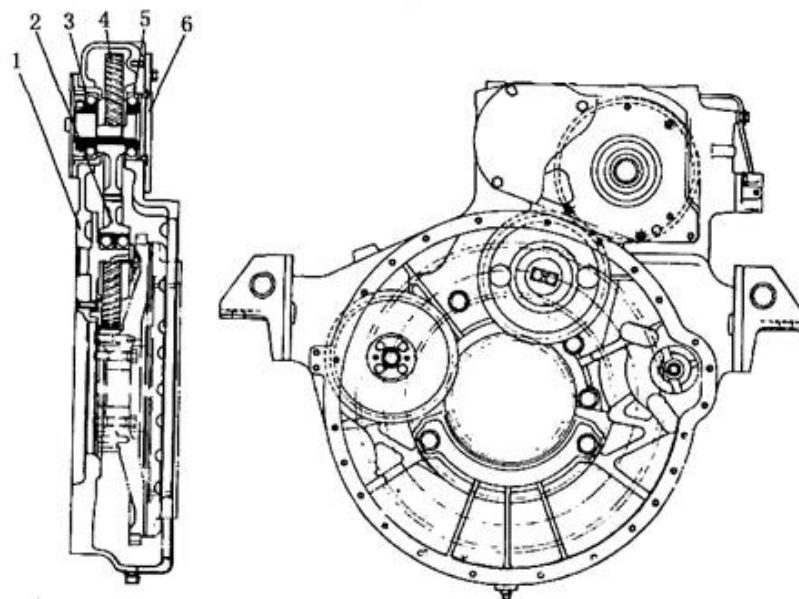

Рис. 5-12
1. Кожух маховика в сборе (см. Рис. 5-12)